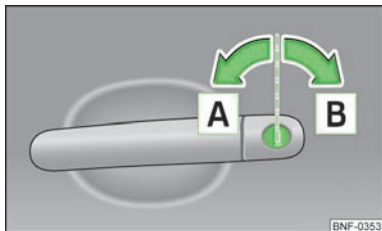

Fig. 10
- Drej nøglen i kørselsretningen (oplåsningsstilling) **A** i førerdørens låsecylinder » Fig. 10.
- Drej nøglen modsat kørselsretningen (låsestilling) **B** i førerdørens låsecylinder » Fig. 10.